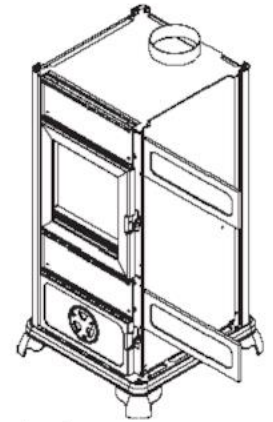

fig. 4
- Infilare le mattonelle nelle sedi dei frontalini anteriori, fig. 4.